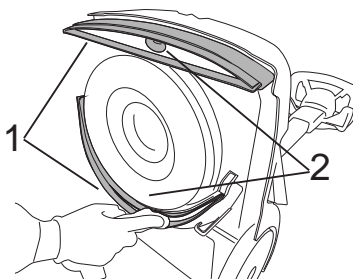

Fig.37
- Torka av bladen på de två gummiskraporna med en fuktig trasa (bild 37-ref.1).
- Gör rent insugningsgrenröret för de två gummiskraporna (bild 37-ref.2).